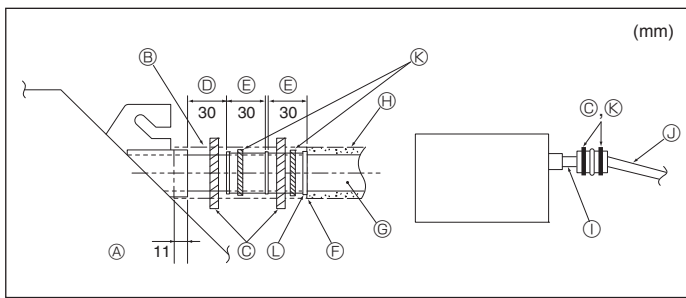

Fig. 6-2
- Raccorder la prise d'écoulement (fourni avec l'appareil) au port de drainage. (Fig. 6-2)